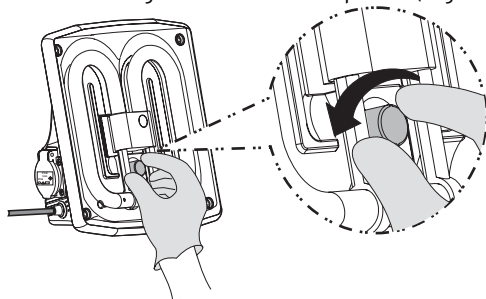

Fig. 18
5.2.2 Remova o arranque gasto: Rode o arranque no sentido contrário ao dos ponteiros do relógio e retire-o do suporte. (Fig. 18).